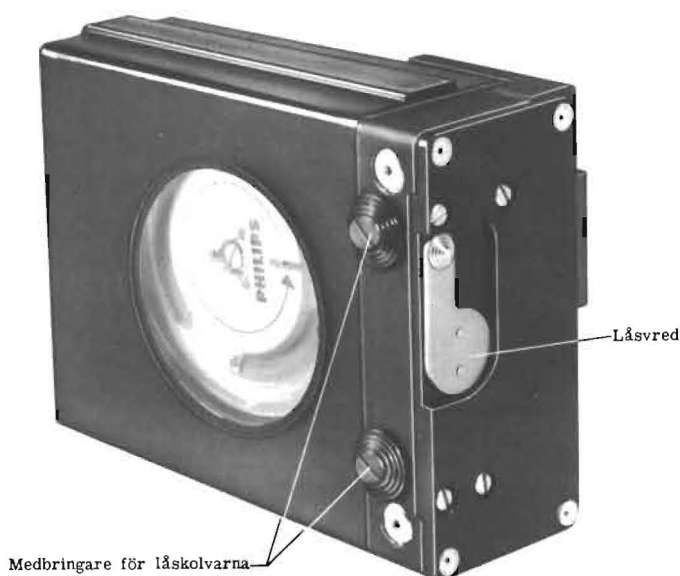

Bild 6. Bandinspelaren i sin bädd
Bandinspelarenheten är fäst vid bädden med en låsanordning. Två kolvar i bandinspelarenheten griper in i bäddens båda styrpinnar. Kolvarna manövreras med låsvredet på bandinspelarenhetens undersida. Bild 6 visar vredet i låst läge.
- Låsanordning, se bild 6